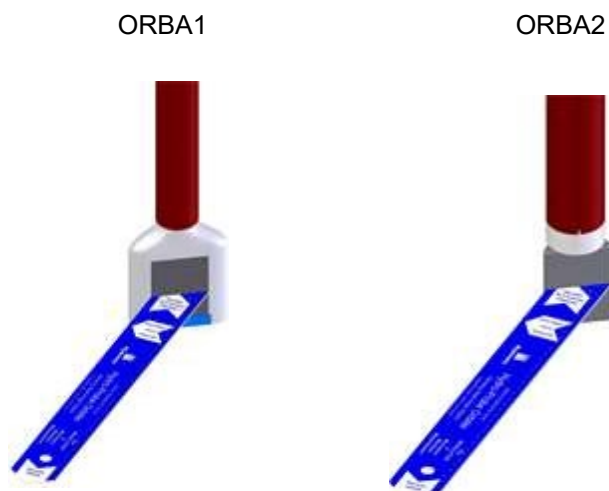

Ilustración 17: Alineador de ángulos Hydronix para efectuar la alineación de la placa frontal cerámica
El sensor debe instalarse a lo largo del brazo de la pala del raspador a aproximadamente entre 1/4 y 1/3 de la distancia existente desde la pared de la mezcladora (consulte la Ilustración 17). La placa frontal cerámica del brazo de detección debe formar un ángulo de 55° respecto al centro de la mezcladora, que se pueden establecer empleando el alineador proporcionado (consulte Ilustración 18 para obtener más información).
La cabeza del sensor debe colocarse en una ubicación en la que el flujo de material sea el más regular. Por lo general, esta posición se encuentra a un cuarto o un tercio de la distancia existente entre el borde exterior de la pared de la mezcladora. (Ilustración 17)
- Por lo general, la utilización de un ángulo de 55° suele ofrecer buenos resultados. Utilice el alineador de ángulos suministrado para ajustar el ángulo (Ilustración 17).